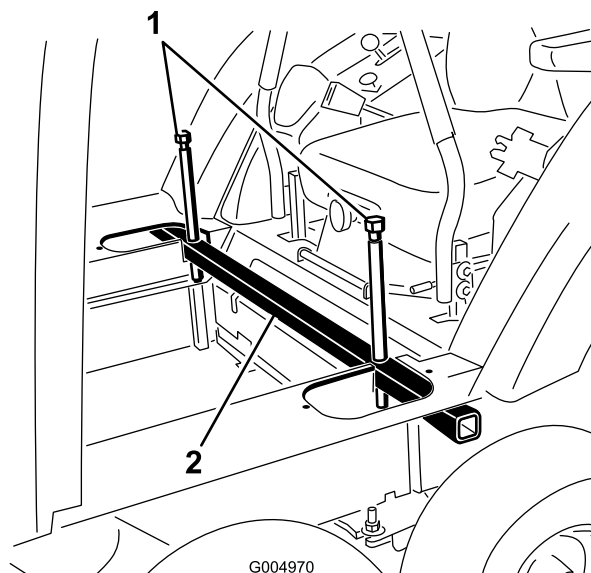

Figura 83
22. Instale el tubo de elevación de la cabina en los recortes del suelo de la cabina (Figura 83). Apriete los pernos de elevación hasta que los extremos biselados pasen a través de los orificios de la chapa de suelo y apenas toquen el bastidor.